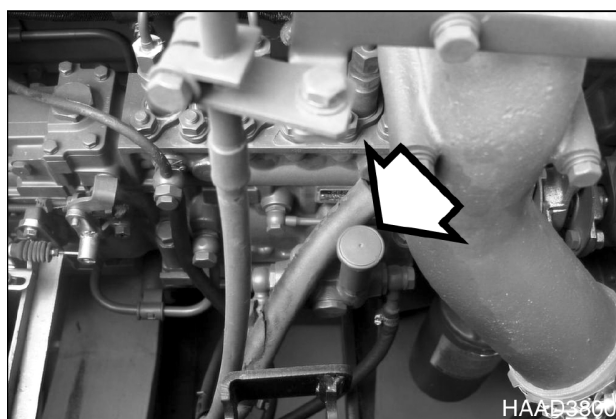

Рис. 21
2. Вывинтить ручной заливочный насос и закачивать топливо (рис. 21) насосом впрыска топлива. Закачивать топливо до тех пор, пока оно не покажется у отверстия заглушки на головке топливного фильтра.